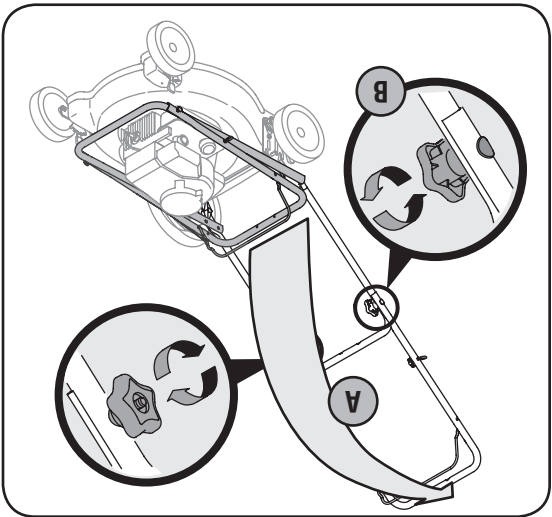

Figure 3-1
a. Redressez le guidon supérieur vers vous pour le faire passer de la position A à la position de travail. Voir la Figure 3-1.